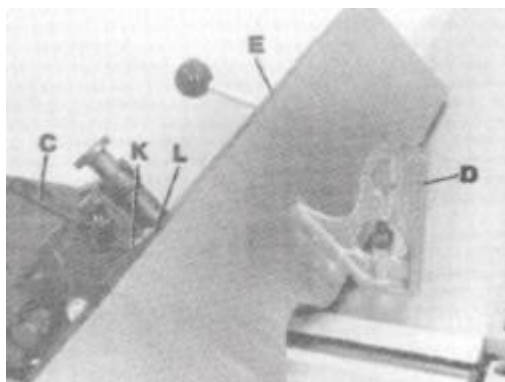

Рис. 24 Неподвижный упор на 45 градусов снаружи
Для проверки точности неподвижных упоров при наружном угле наклона 45 градусов поместите ограждение (E), Рис. 24, как можно дальше наружу. Используйте комбинированный угольник (D) и убедитесь, что ограждение наклонено наружу точно на 45 градусов. При необходимости регулировки выполните следующие действия:
1. Ослабьте фиксирующую ручку (C), Рис. 24.
2. Ослабьте контргайку (K), Рис. 24, и поворачивайте регулировочный винт (L) до тех пор, пока ограждение (E) не будет точно установлено под
3. Обрато затяните контргайку (К), Рис. 24, и фиксирующую ручку (С).